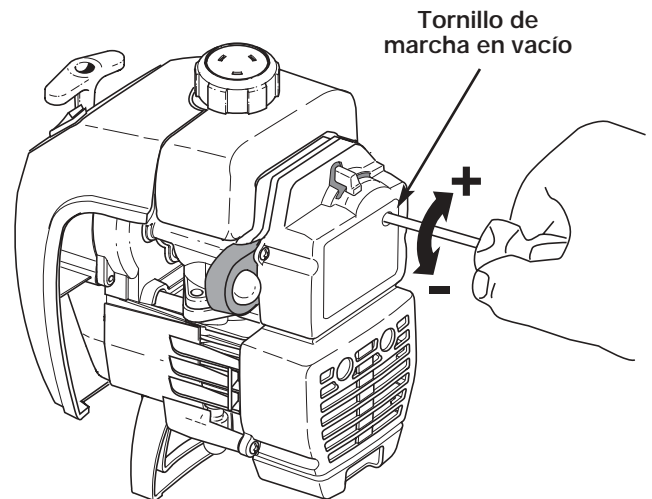

Figure 28
La velocidad lenta del motor puede ser ajustada por la cubierta del silenciador / filtro de aire (Fig. 28).
2. Suelte el gatillo del regulador y deje que el motor funcione en marcha en vacío. Si el motor se para, inserte un pequeño destornillador Phillips o de vástago plano en el orificio de la cubierta del silenciador / filtro de aire (Fig. 28). Gire el tornillo de marcha en vacío en **sentido horario**, de a 1/8 de vuelta por vez (según sea necesario) hasta que el motor funciona marcha en vacío.